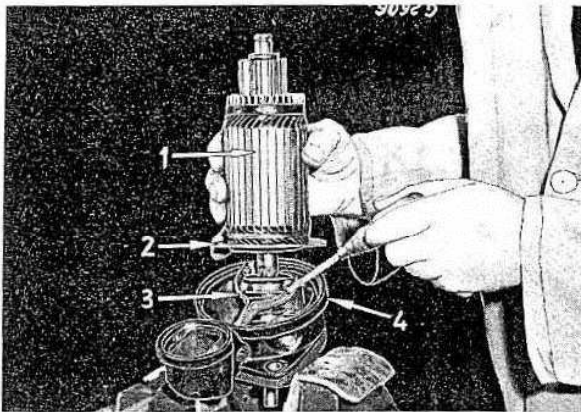

Bild 12
Anker (1) mit Zwischenlager (2) und Einrückhebel aus dem Lagergehäuse (4) heben, Bild 12.